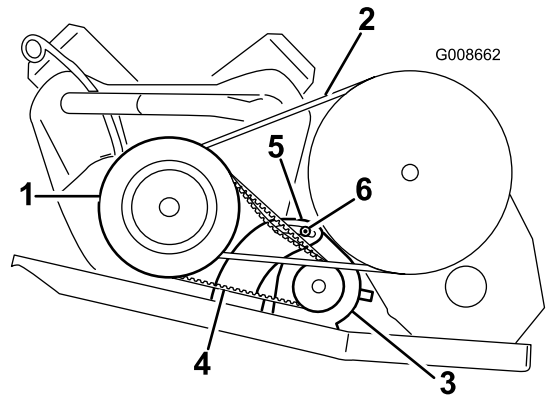

図 46
4. ボールを使ってスタータを動かし、ベルトのスパンの中央部を 44 N (4.5 kg) の力で押したときに 6 mm のたわみが出るように調整する（図 46）。
5. スターター・ジェネレーターのナットを締めつけ、ボールを取り外す（図 46）。ナットを 65-85 ft-lb (88-115 Nm=9.0~11.8 kg.m) にトルク締めする。
2. スターター・ジェネレーターのピボット・ナットをゆるめる（図 46）。